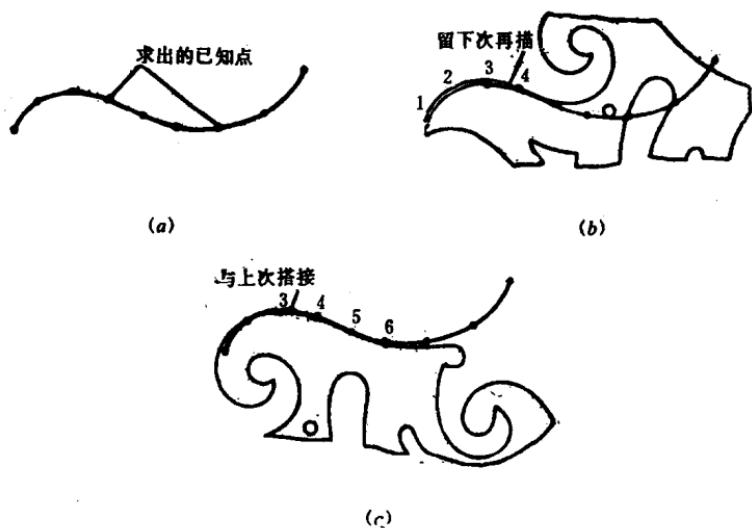

图 1-4 曲线板的用法
(4) 曲线板：是用来画非圆曲线或将曲线连接的专用工具。用法是先将非圆曲线上的点依次用铅笔轻轻地圆滑地连好，再将曲线板与曲线能重合的一段，至少三点描绘下来。要一段压一段地连接，以保证曲线接头准确、匀滑。如图1-4所示。